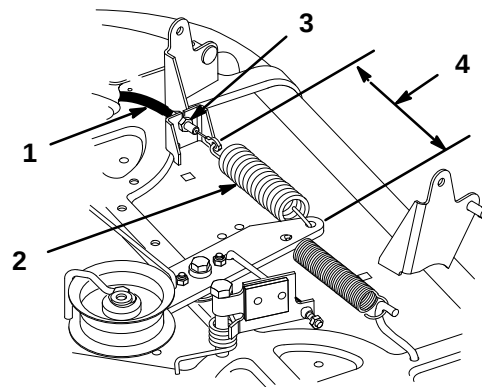

Abbildung 46
12. Den Mähwerkhebel am Armaturen Brett einrasten. Den Abstand zwischen den Hakenenden der Leitradfeder messen (Abb. 46). Die Gegenmuttern so einstellen, daß ein Wert von 6" (150 mm) erzielt wird (Abb. 46).